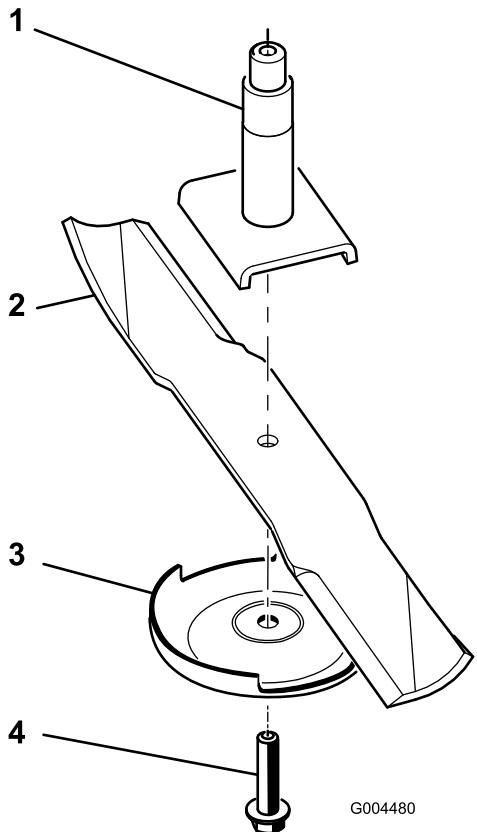

Bild 77
**Hinweis:** Wenn das Schnittmesser in seiner horizontalen Position bleibt, ist es ausgewuchtet und kann wiederverwendet werden. Feilen Sie, wenn das Schnittmesser nicht ausgewuchtet ist, vom Flügelbereich des Messers etwas Metall ab (Bild 77). Wiederholen Sie diesen Vorgang, bis das Messer ausgewuchtet ist.
1. Setzen Sie das Messer auf die Spindelwelle (Bild 77).
2. Montieren Sie die Antiskalpierplatte und die Messerschraube (Bild 77).